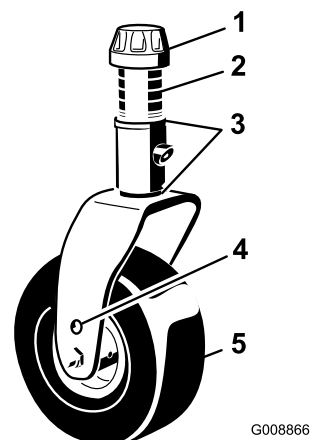

Figure 28
3. Enlevez le chapeau de tension de l'axe de pivot (Figure 28) et sortez l'axe du bras pivotant. Remplacez les 2 cales (3 mm) sur l'axe de pivot comme à l'origine. Insérez le nombre correct d'entretoises de 13 mm sur l'axe pour obtenir la hauteur de coupe voulue.